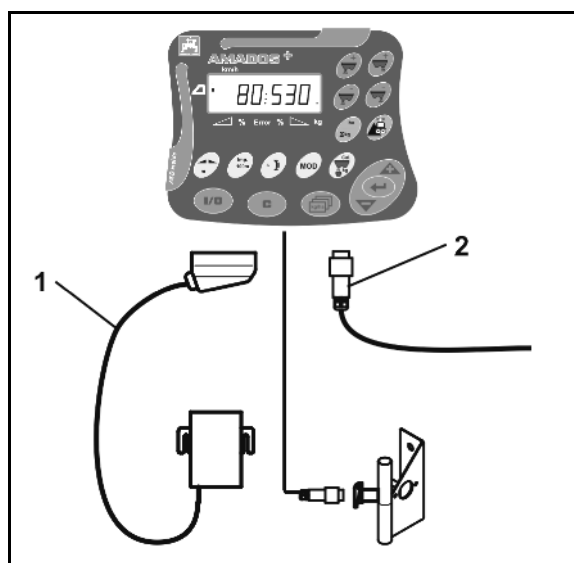

Fig. 2
1. Conectar la máquina montada/acoplada al tractor mediante el conector de la máquina (Fig. 2/1).
2. Conectar el cable de señal del enchufe del tractor o el sensor X (Fig. 2/2) al **AMADOS**+.